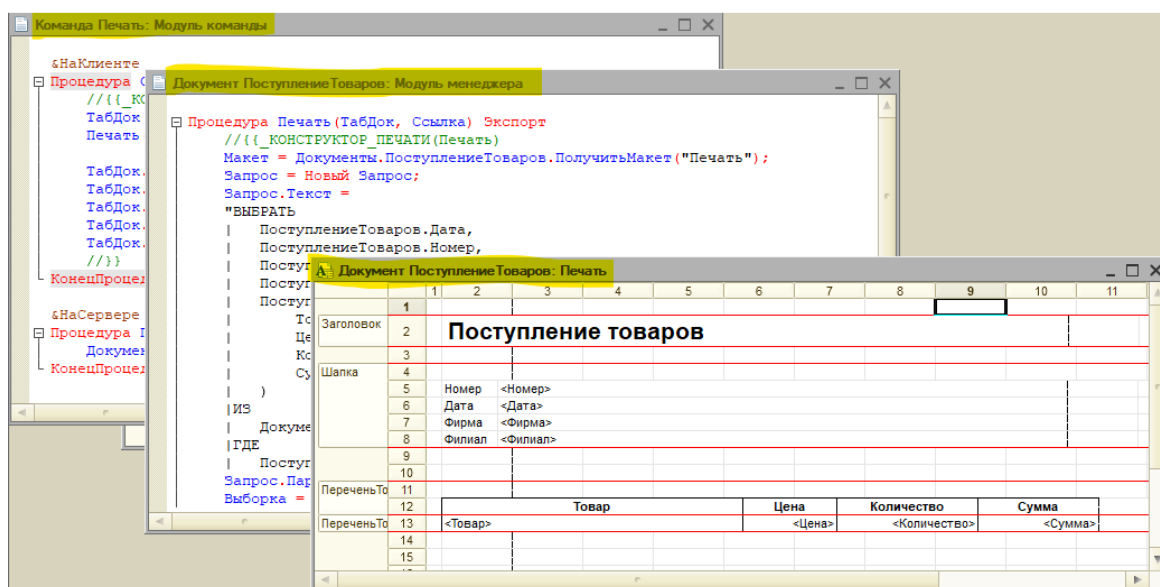

Рис. 5.23. Результат работы конструктора печати
7. В результате работы конструктора мы увидим на экране макет печатной формы и набор программных процедур (рис. 5.23).